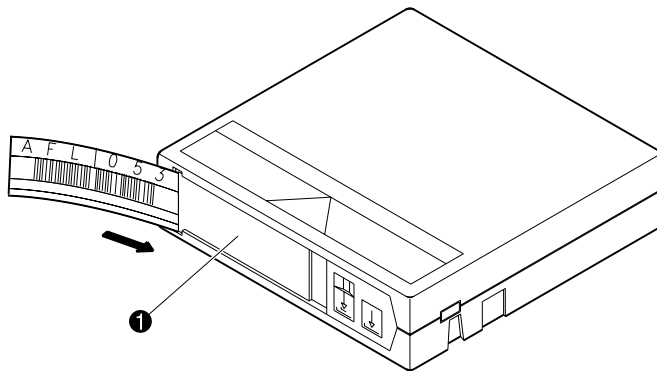

図2-7: バーコードラベルを貼る (図はDLTカートリッジを示しています)
DLTおよびSDLTカートリッジのラベルは、テープカートリッジ前面のスライドイン スロット (①図2-7) に貼ってください。